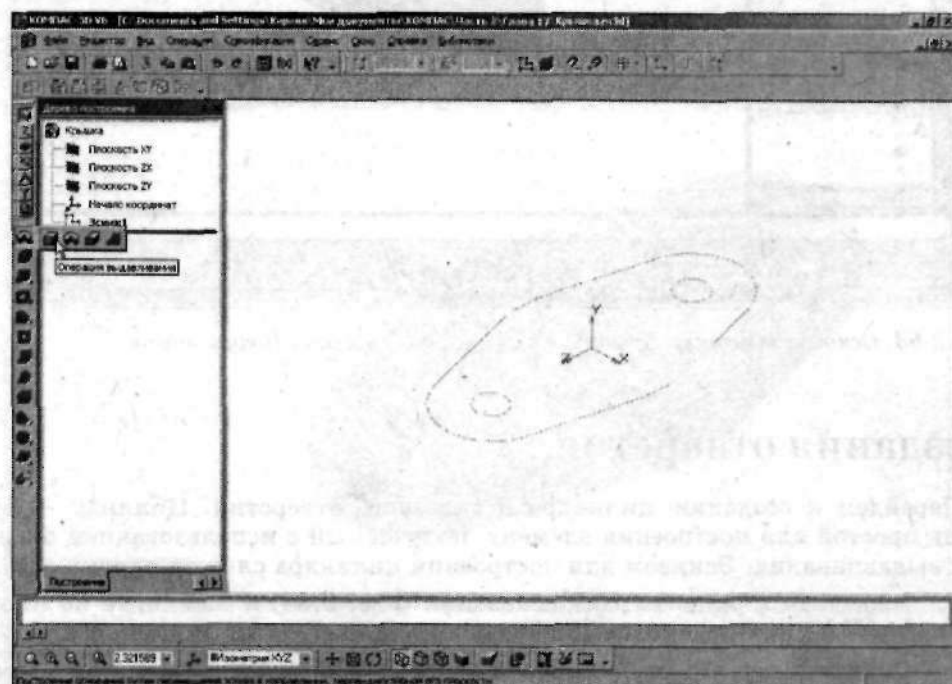

Рис. 2.61. Воспользуйтесь инструментом Выдавливание
23. В Дереве построений щелкните по элементу Эскиз: 1, а на панели инструментов Редактирование детали щелкните по кнопке  (Выдавливание), рис. 2.61.